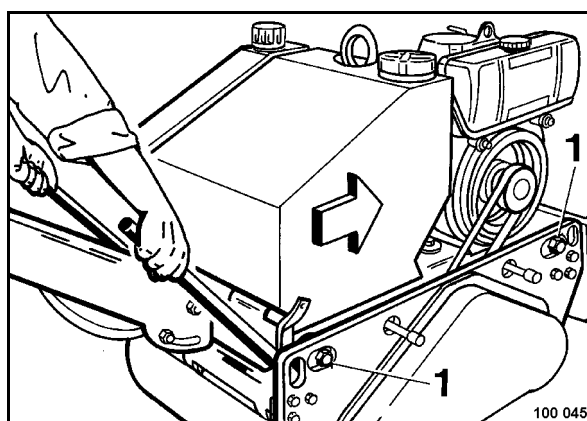

Fig. 63
- Soltar las cuatro tornillos de fijación 1 (Fig. 63) del bastidor.